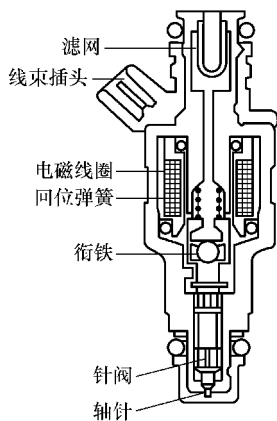

图 5-16 喷油器的结构
(1) 功用 喷油器的功用是根据 ECU 提供的信号, 控制喷油时间或喷油量。
(2) 结构和工作原理 如图 5-16 所示, 喷油器主要由滤网、线束插头、电磁线圈、回位弹簧、衔铁、针阀和轴针等组成, 针阀与衔铁制成一体。